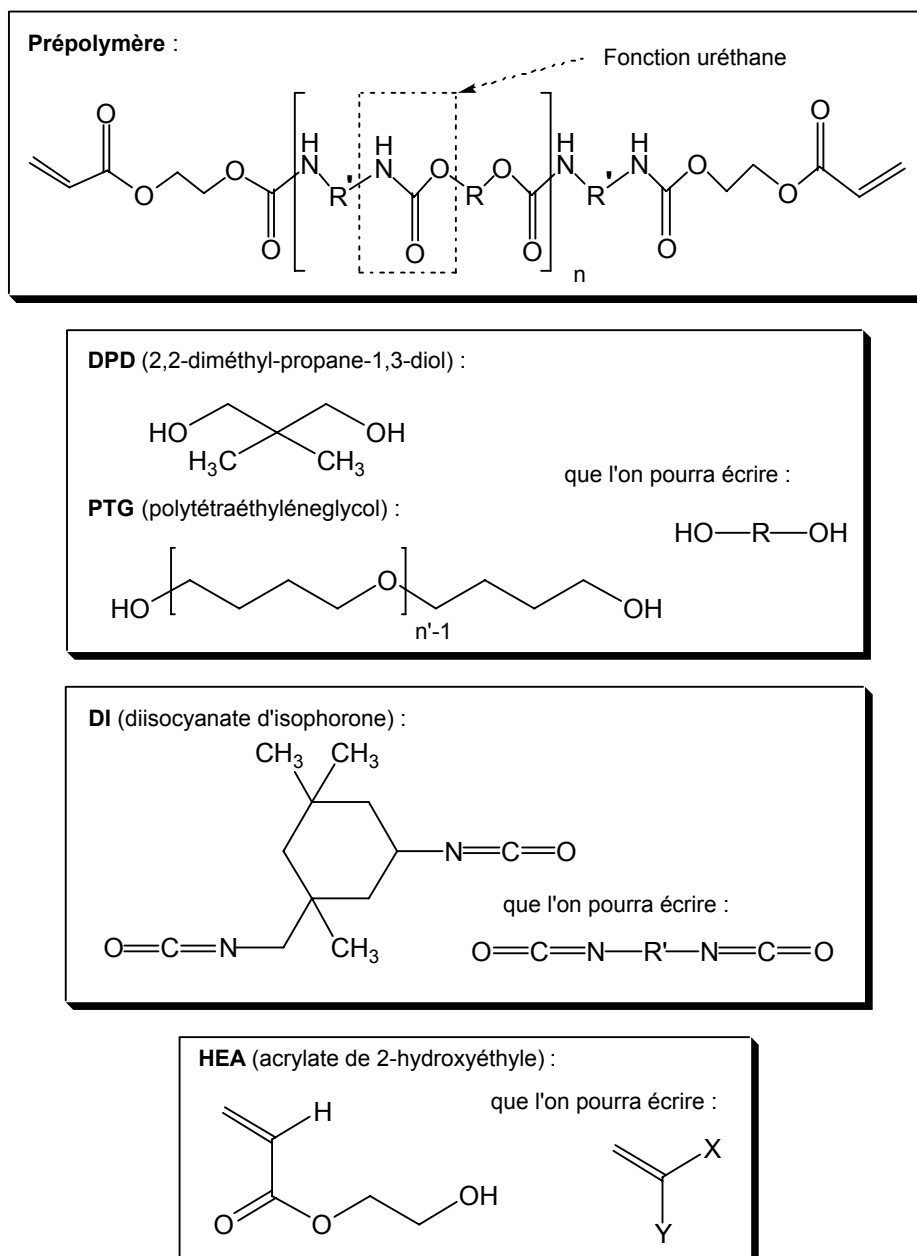
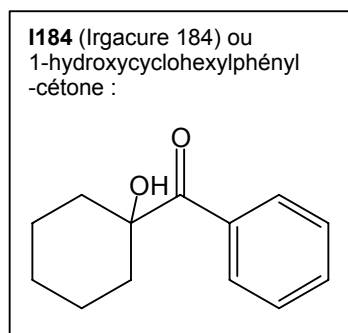

Figure 4. Formules du prépolymère et des composés intervenant dans sa synthèse.
Figure 5. Formule de l'I184.
Dans l'exemple que l'on étudie, on forme, à partir des composés représentés en Figure 4, le prépolymère qui comporte la fonction uréthane. Cette réaction s'effectue en deux étapes dans une solution d'acétate d'éthyle. Une fois le prépolymère formé, on ajoute l'Irgacure 184 (I184, Figure 5) à la solution, qui génère des radicaux sous irradiation lumineuse.
- 3.1 A partir de quelles fonctions présentes dans les composés représentés en Figure 4 peut-on créer la fonction uréthane ? Ecrire l'équation. Proposer un mécanisme.